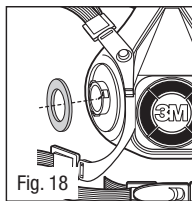

Fig. 18
1. Remova os anéis a partir das conexões de baioneta da abertura de inalação da peça facial (Fig.18).